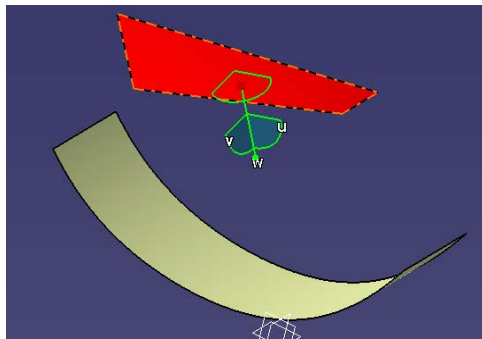

图 10-16
(3) 移动坐标时，新生成的面也随坐标移动（双击坐标面时，可设定属性）（见图 10-16）。